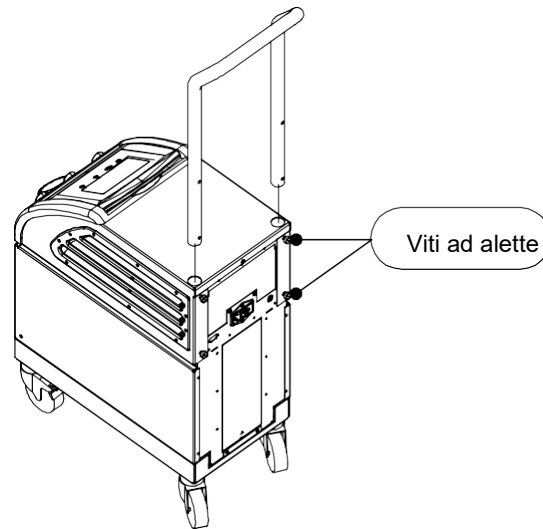

Figura 12: installazione della maniglia
- Infilare le due estremità della maniglia nei fori posti sulla copertura superiore (fare attenzione alla direzione della curvatura della maniglia) fino a inserirla fino in fondo (si veda la Figura 12).